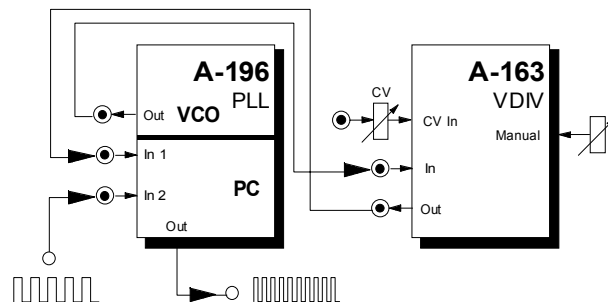

Abb. 2: Frequenz-Vervielfachung mit A-163
Hierzu wird der Ausgang des internen VCOs einem Frequenzteiler (z.B. A-163, A-160, A-161) zugeführt und dessen Ausgang mit dem Eingang ② des Phasenkomparators verbunden (s. Abb. 2). Hierdurch schwingt sich der interne VCO auf ein Vielfaches der Frequenz des extern zugeführten Signals ein. Für diese Anwendung ist PC2 am besten geeignet, da er nicht auf harmonische einrastet.